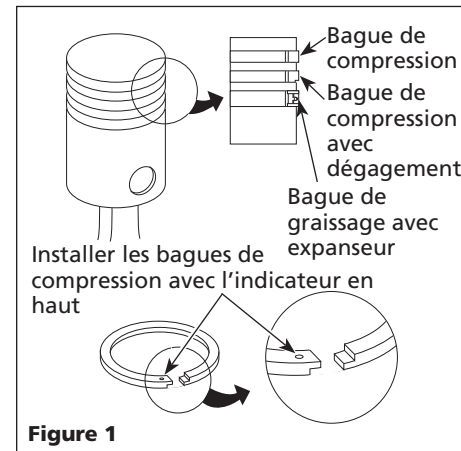

Figure 1
6. Install new piston rings as shown in Figure 1. **NOTE:** Ends of expander ring must be butted together, **DO NOT** overlap.
- Installer de nouveaux segments de piston tel qu'indiqué dans la Figure 1. **REMARQUE:** Les bouts du segment extenseur doivent se rencontrer, **NE PAS** les chevaucher.